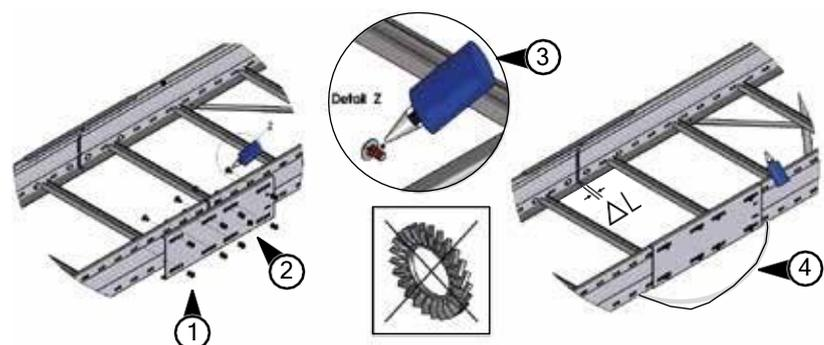

Рисунок 4 Монтаж соединителя в качестве компенсационного промежутка
1. Определите расстояние для компенсации удлинения как описано в главе 7.1.2 (см. ΔL в Рисунок 4).
2. Закрепите соединитель на одной из двух соединяемых кабельных трасс (см. Рисунок 4, № 1).